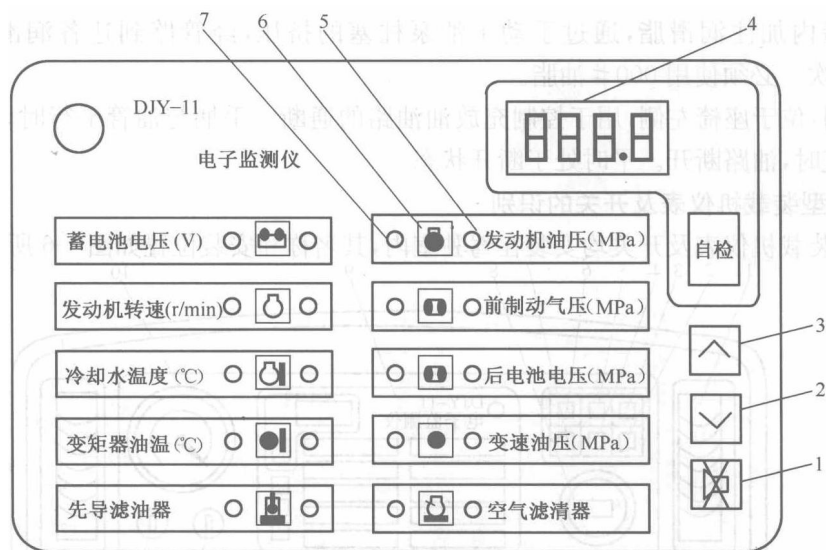

图 1-7 电子监测仪
(9)电子监测仪:自动监测机械运转情况。当工况出现异常情况时,发出声光报警。面板布置如图 1-7 所示。